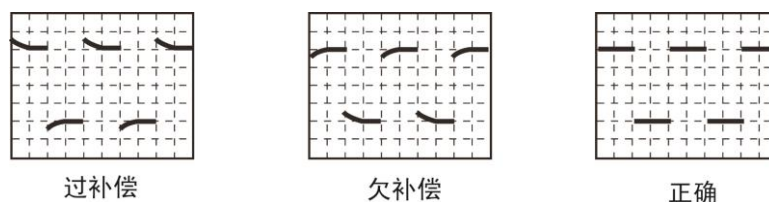

图 5.4 探头补偿信号
(3) 接入探头补偿端信号后，点击【Auto Setup】一键捕获波形，此时屏幕上可能会出现图 5.4 所示三种波形其中一种，探头补偿端方波幅值约为 3.0V，频率为 1KHz。
为何会出现如图 5.4 所示的过补偿和欠补偿现象。原因是没有对探头进行低频补偿调节，使用任一无源探头与示波器首次相连均须进行低频补偿，以便与示波器通道的输入特性匹配，否则可能导致显著的测量误差。以标配的 500M 无源探头 ZP1050 为例说明低频补偿步骤。
- (2) 波形在屏幕上显示 2~3 个信号周期且信号所占垂直刻度为 2 至 6 格。可以在示波器的屏幕上看到如图 5.4 所示三种波形其中的一种，若出现过补偿和欠补偿现象则需要进行探头的低频补偿调节。